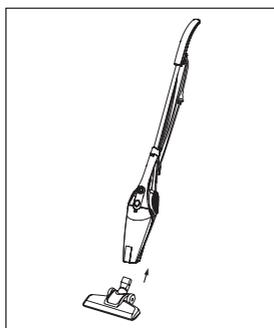

Рис.4
- Для снятия контейнера-пылесборника (8), нажмите на кнопку фиксатора (6) и снимите контейнер-пылесборник (8) (рис. 4).
- Высыпьте собранную пыль и мусор из контейнера-пылесборника (8) в мусорное ведро.